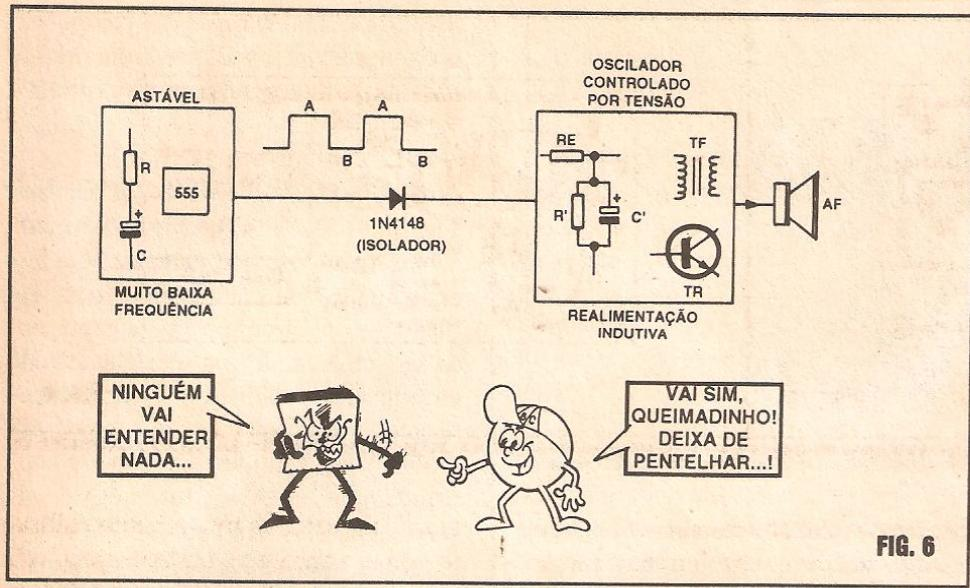

FIG. 6
-FIG. 6 - O CIRCUITO - COMO FUNCIONA - “Blocando” o “esquema” nos seus módulos básicos (como costumamos fazer nas “Lições” teóricas anexas às “Aulas” Práticas do ABC...) fica fácil entender o funcionamento geral do circuito! Centrado no 555 temos um oscilador de muito baixa Frequência (o intervalo entre cada pulso gerado, ou a duração de cada ciclo completo, pode levar muitos segundos...), esta basicamente determinada pelos valores dos resistores e do capacitor anexos (R-C). Quem quiser saber - com precisão “matemática”, a real Frequência, deve recorrer as fórmulas já mostradas na “Aula” sobre o 555 como ASTÁVEL (ABC nº 18). Vão lá, que não vamos mais “dar boi” aqui... Afinal Vocês já estão se tornando “quase técnicos” e não podem mais ser tratados como “calouras” boquiabertos... Já é mais do que hora de começarem a usar os próprios neurônios, com maior assiduidade... Voltando às explicações, a saída desse ASTÁVEL com 555 é constituída de uma série de “estado” altos (A) e baixos (B), ou seja: instantes em que o pino 3 do dito Integrado assume Tensão próxima do positivo da alimentação (6 ou 9V) seguido de momentos em que a dita saída fica negativa (quase “zero” volt...). Um diodo 1N4148 no percurso do aproveitamento dessa saída, isola os comandos e os apresenta a um simples (porém muito eficiente...) oscilador controlado por